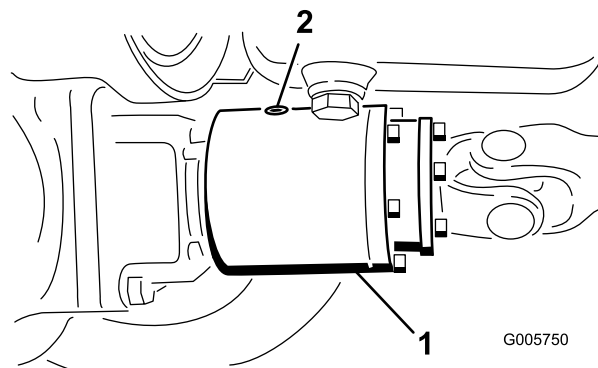

Figura 58
3. Gire el embrague hasta que el tapón de verificación esté orientado hacia abajo (Figura 58).